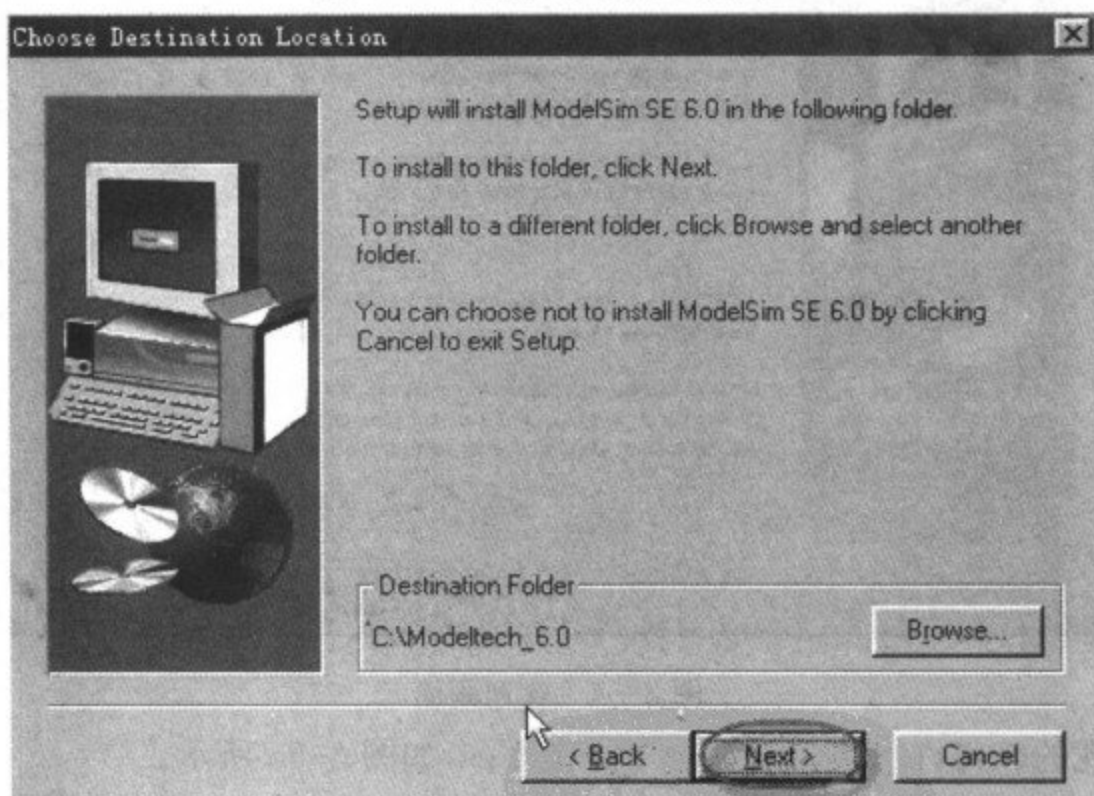

图 3-56 选择安装路径画面
(4) 出现的软件安装路径对话框, 默认路径是 C:\Modeltech_6.0。当然, 也可以单击 Brower... 按钮来选择适合自己的安装目录, 这里选择默认路径, 然后单击 Next, 如图 3-56 所示。